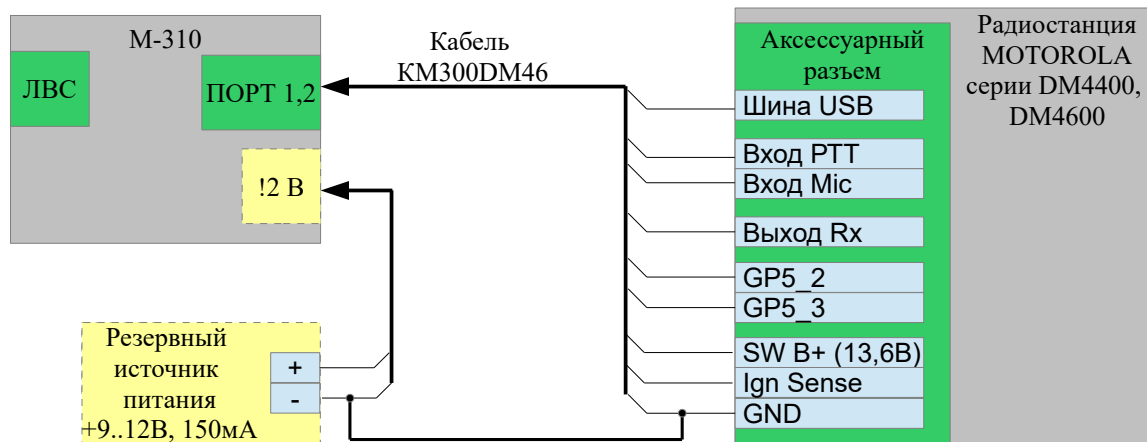

Рис. 3.3.2 Подключение радиостанции при работе интерфейса в режиме «MOTOROLA DM».
2) Режим интерфейса «MOTOROLA DM» предназначен для подключения к контроллеру радиостанций MOTOROLA серии MOTOTRBO. Подключение выполняется через аксессуарный разъем радиостанции, рис. 3.3.2. Команды управления передаются радиостанции по шине USB в соответствии со спецификацией MOTOTRBO XCMP/XNL.